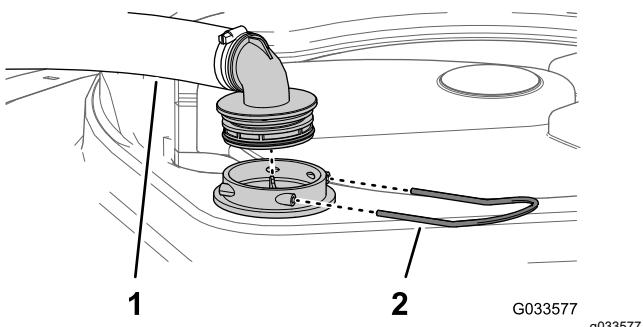

Figure 78
2. Au sommet de la cuve du pulvérisateur, retirez l'étrier qui fixe le raccord de flexible sur le grand flexible et le logement du filtre (Figure 78).
3. Retirez le flexible et le raccord du logement du filtre (Figure 78).